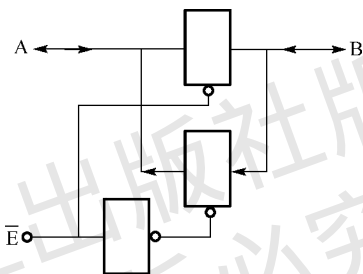

图 1-1-8 1 位双向传输总线
(4) 使用 74LS125 实现如图 1-1-8 所示的 1 位双向传输总线并验证该电路功能。